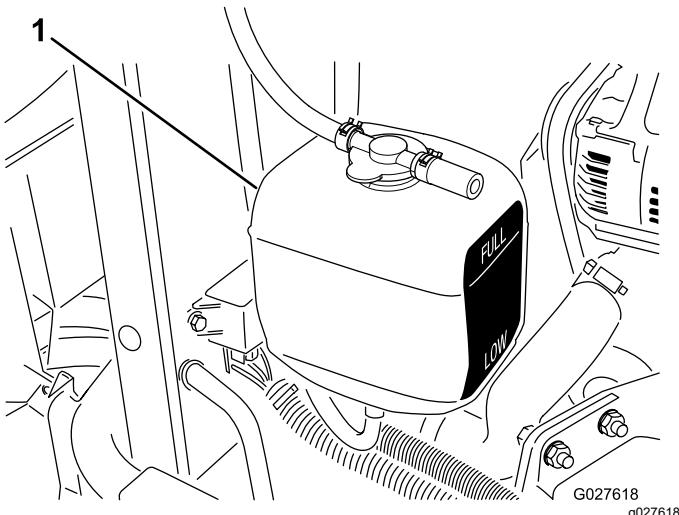

Figura 71
3. Controllate il livello del refrigerante nel serbatoio di espansione (Figura 71).